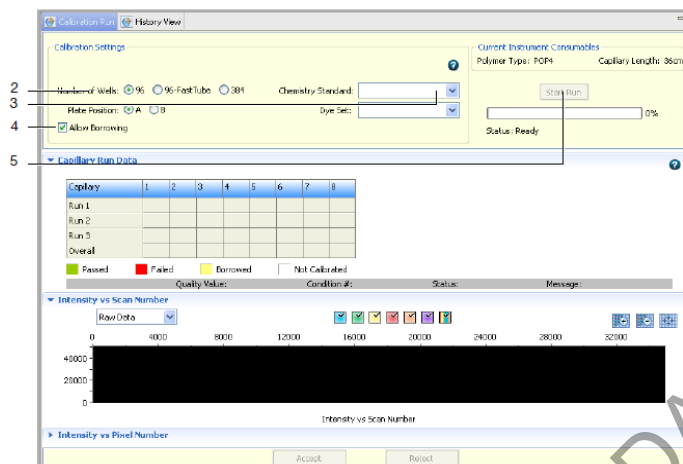

Figura 28. Opciones a seleccionar para iniciar la calibración espectral.
- 7.12.14** En los parámetros de calibración (**"calibration settings"**), seleccione el número de pozos (96), especifique la localización de la placa (A o B) y verifique que se encuentre seleccionado **"allow borrowing"** (ver figura 28, punto 2).
- 7.12.15** Seleccione el tipo de química a utilizar en "**Chemistry Standard**" y el conjunto de fluorocromos en "**Dye Set**" que se van a calibrar (ver figura 28, punto 3) (ver inserto del producto).
- 7.12.16** Dele click en "**Start run**" (ver figura 28, punto 5).